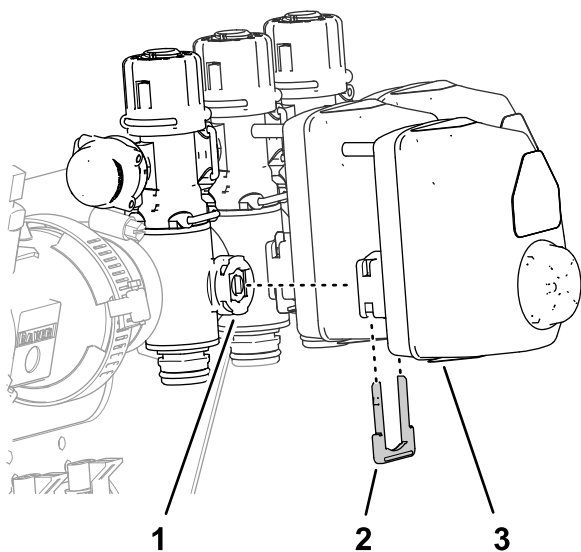

Figura 64
1. Retire os três retentores que prendem os três acionadores das válvulas às válvulas da secção esquerda, central e direita (Figura 64).
2. Retire os acionadores das válvulas das válvulas da secção esquerda, central e direita (Figura 64).
10. Monte os três acionadores de válvula às válvulas da seção esquerda, central e direita (Figura 64) com os retentores que retirou no passo 1.